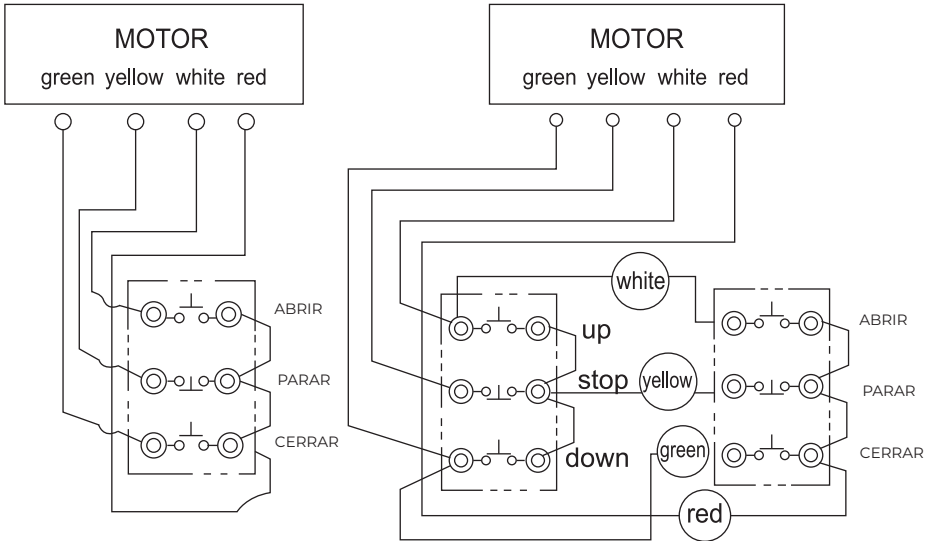

Imagen 9
- Pulsador: Instalación a la derecha de acuerdo con el diagrama (Imagen 9), si el usuario desea motorizar la instalación a la izquierda, debe cambiar la línea blanca por la línea verde.